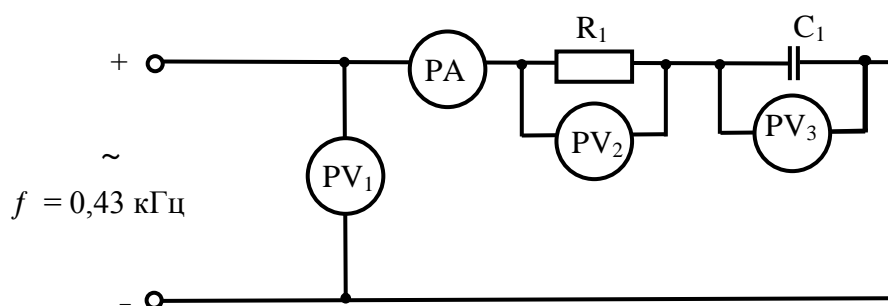

Рисунок 1.2 – Схема соединения резистора и конденсатора
6. Рисунок 1.2– Схема соединения резистора и конденсатора.